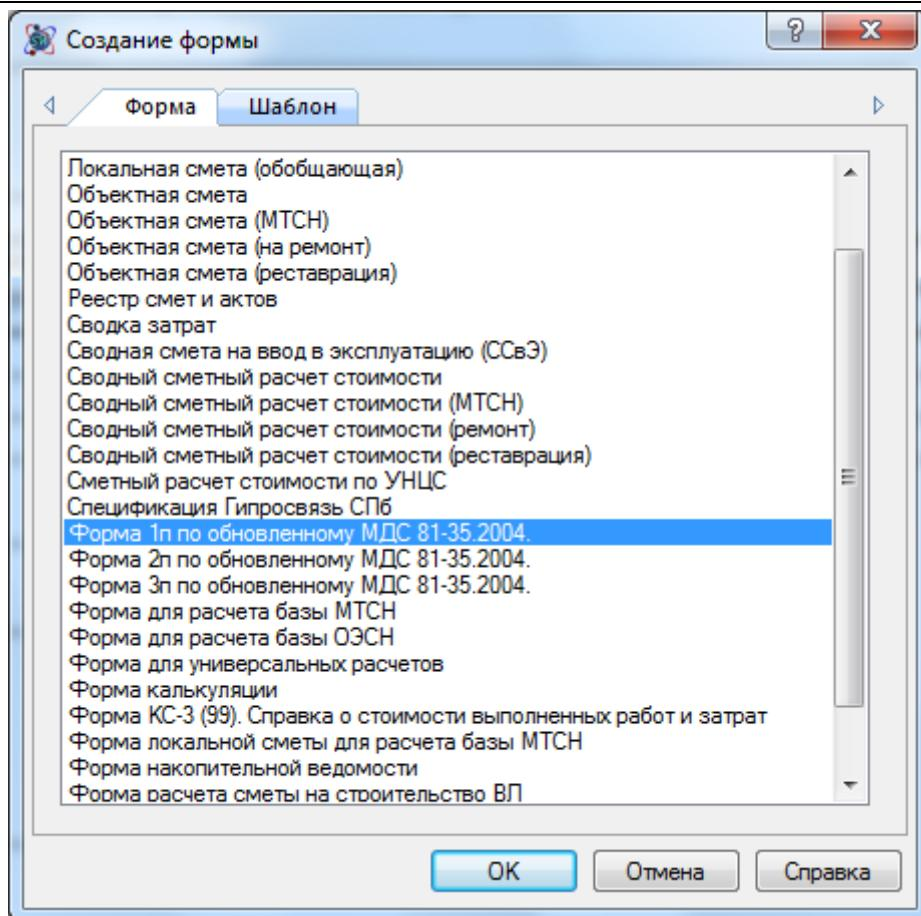

Рис. 8.23 Создание Формы Зп
3. В диалоговом окне *Создание формы* выбрать Форма 1п (рис. 8.23) и нажать кнопку OK.